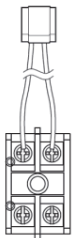

Fig.1
- 1 Găsiți kitul cu blocul de conexiuni al Încălzitorului de rezervă (Fig. 1).